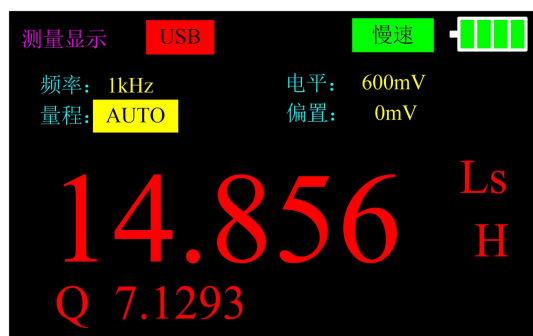

图 20
2. 按[AUTO/R/C/L/Z]键，直到界面上显示 Ls 以选择电感测量，如图 20 所示；